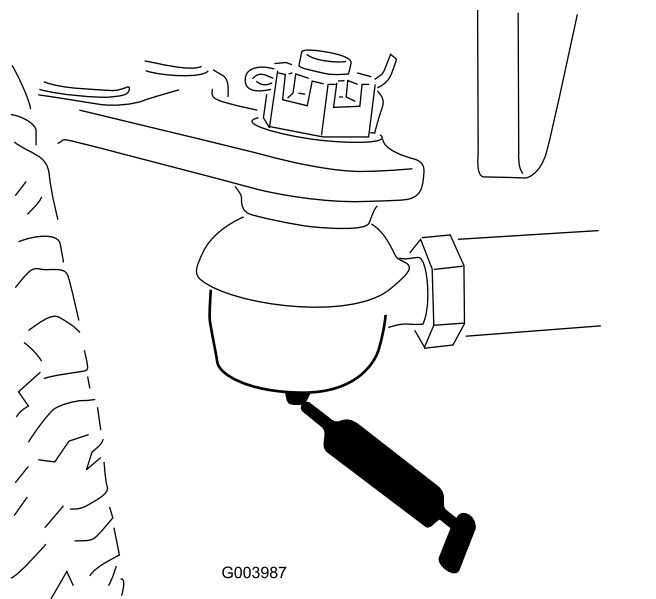

Figura 77
- Tirante del eje trasero (2) (Figura 77)